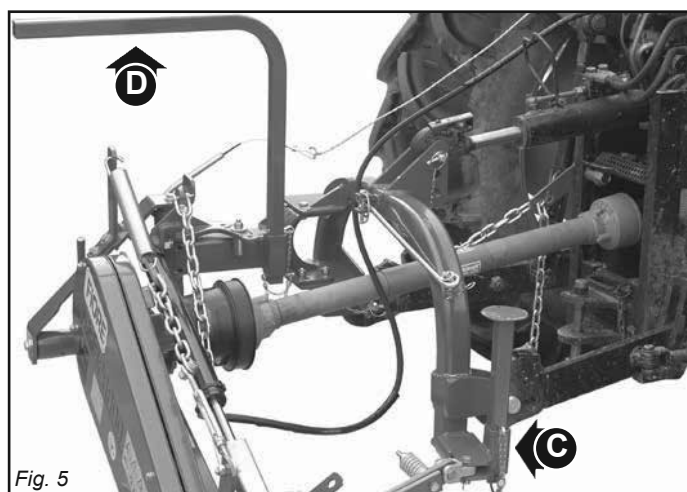

Fig. 5
- 36) Prima di mettere in funzione la falciatrice controllare che i puntelli di sostegno (C e D, Fig. 5) siano stati tolti da sotto la falciatrice; controllare che la falciatrice sia stata correttamente montata e regolata; controllare che la macchina sia perfettamente in ordine, e che tutti gli organi soggetti ad usura e deterioramento siano efficienti.